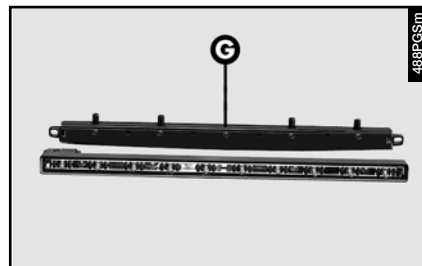

fig. 67
- Quitar el transparente (G-fig. 67) y sustituir la lámpara en cuestión.